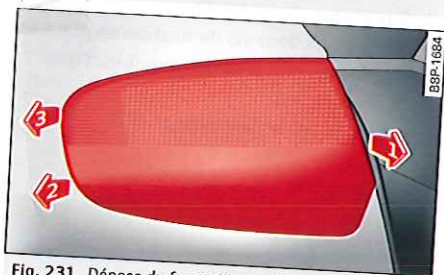

Fig. 231 Dépose du feu arrière extérieur
- Tirez en alternance dans le sens des flèches position ① et ② ⇒ fig. 231, jusqu'à ce que le feu arrière sorte de la fixation (position ②).
- Renouvelez l'opération dans les positions ① et ③.